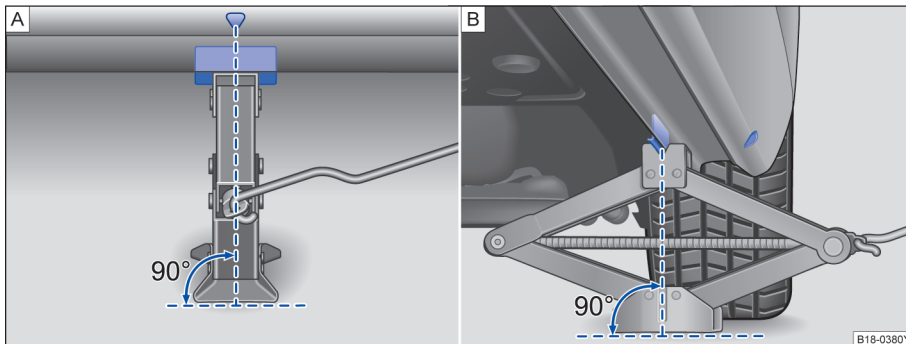
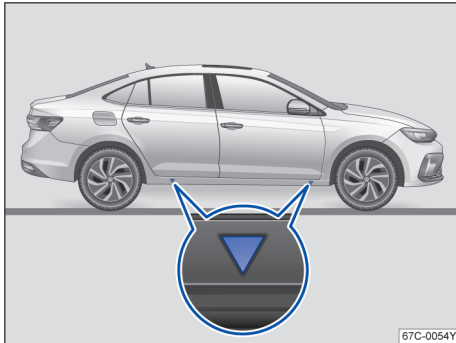

图 139 将千斤顶放在汽车左后侧
图 140 汽车千斤顶的支撑点
汽车千斤顶只允许放置在图示支撑点（车身上的标记）处→图 139 或→图 140。在每个车轮旁都有相应的支撑点→▲。
5. 在车身底部下方找到靠近更换的车轮侧的千斤顶支撑点→图 140。